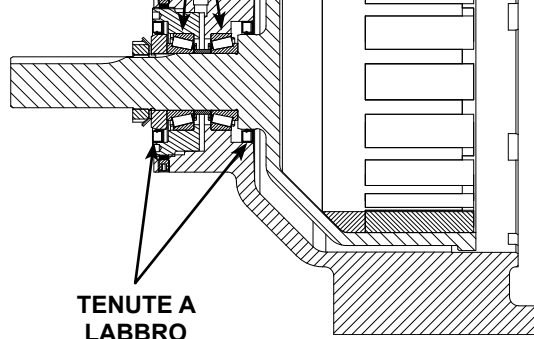

FIGURA 9
2. Spingere la tenuta a labbro interna nella staffa e quella esterna nella copertura di estremità e quindi lubrificare le tenute a labbro, vedere la **figura 9** per l'orientamento dei cuscinetti e delle tenute a labbro.